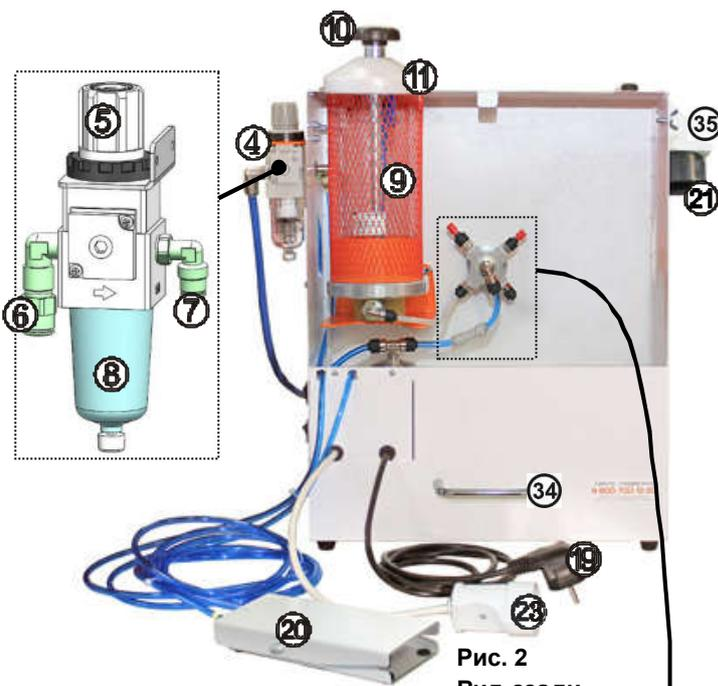

Рис. 2
5.12 Подключить трубку **(18)** одним концом к штуцеру **(6, рис.2)**, другим - к внешнему источнику воздуха (быстроразъемный штуцер), (см. **МЕРЫ БЕЗОПАСНОСТИ**, Приложение «**Эксплуатация быстроразъемного соединения**»).